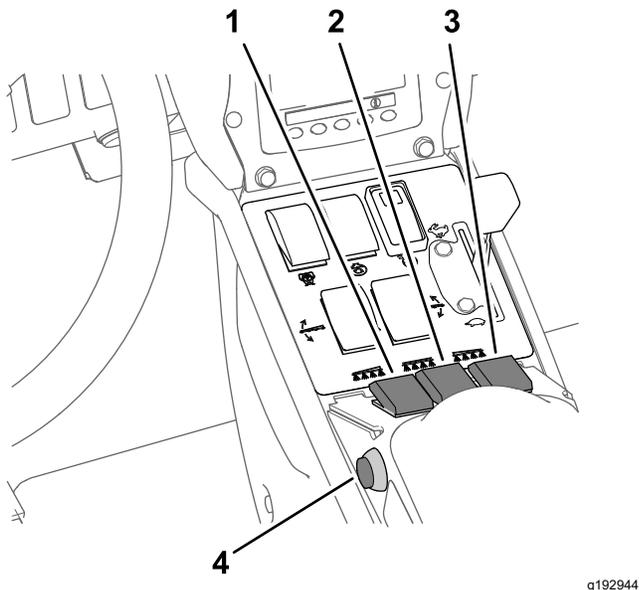

Figura 39
7. Ponga los interruptores de sección de fumigación en la posición de ACTIVADO (Figura 39).
10. Conduzca a la velocidad deseada y luego ponga el interruptor maestro en la posición de ACTIVADO para empezar a fumigar (Figura 39).
3. Ponga el interruptor maestro en la posición de DESACTIVADO; consulte Figura 39, en Fumigación en el Modo de caudal de aplicación \(página 37\).
7. Ponga los interruptores individuales de las secciones que desea utilizar en la posición de ACTIVADO; consulte Figura 39 en Fumigación en el Modo de caudal de aplicación \(página 37\).
9. Conduzca a la velocidad deseada y luego ponga el interruptor maestro en la posición de ACTIVADO para empezar a fumigar; consulte Figura 39, en Fumigación en el Modo de caudal de aplicación \(página 37\).